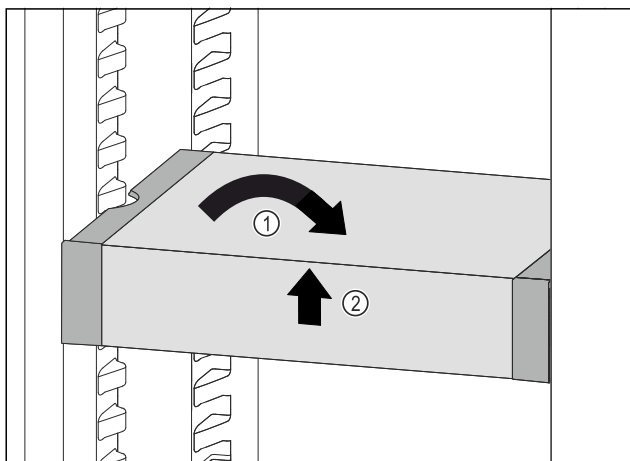

Fig. 95
- Ispravite VarioSafe. Fig. 95 (1)
- Podignite sprijeda VarioSafe. Fig. 95 (2)